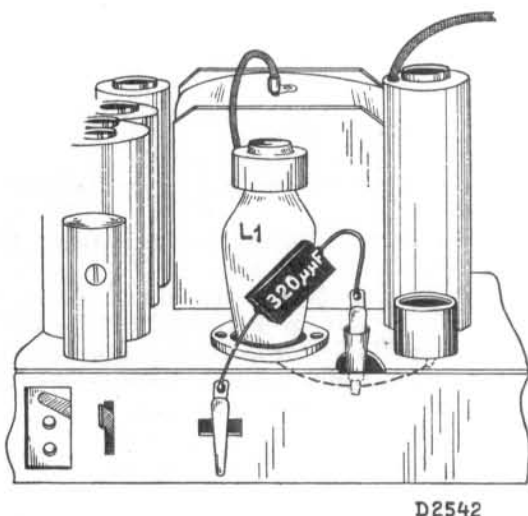

Fig. 7
15. Eerste kring verstemen door de condensator van $320 \mu\text{F}$ nu tus-schen plaat L1 en chassis aan te sluiten (fig. 7).
8. Hulpontvanger of aperiodische versterker aansluiten via een condensator van $25 \mu\text{F}$ aan de anode van L1 (fig. 7) output-indicator aan hulpontvanger aan sluiten en hulpontvanger afstemmen op 546 Kc ($\pm 550 \text{ m}$). Met draaicapacitor van te trimmen apparaat afstemmen op maximum output (middelen).
6. Hulpapparaat aansluiten via condensator van $25 \mu\mu\text{F}$ aan de anode van L1 (zie fig. 7); outputindicator aan het hulpapparaat aansluiten en hulpontvanger afstemmen op 395 Kc.